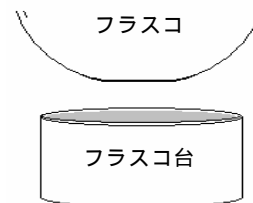

図 11 フラスコ台
- (エ) 転倒防止のためのフラスコ台を用意する。(次頁図11)